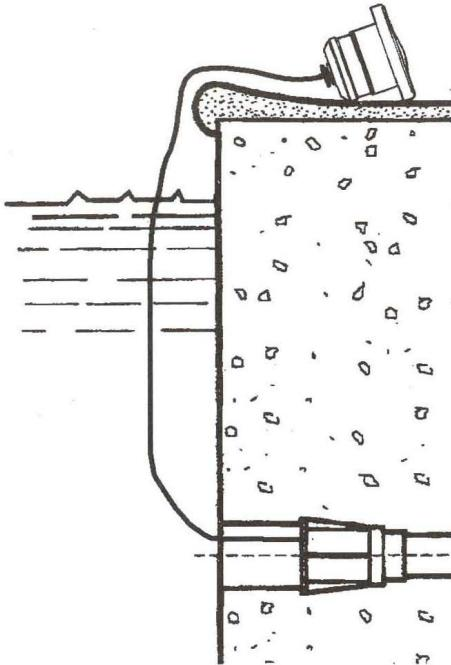

Fig. 2
- 3.Introduzir o cabo do projetor através dos passamuros (Fig. 6). Deixando suficiente longitude de cabo para poder extrair o projetor até à borda da piscina (Fig. 2).
Deve-se ter a precaução de deixar 1,5 m de cabo enrolado no corpo do projetor para poder extrair o projetor até à borda da piscina em caso de manipulação (Fig. 2).